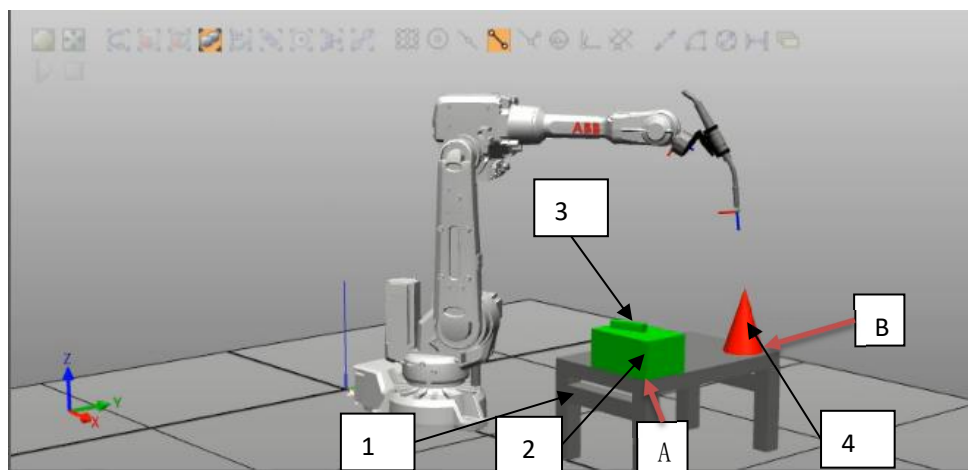

图 2-4-1 示意图
4.1、工作台尺寸，长边：700mm，窄边：400mm，高：500mm，其余尺寸自定义，图样与图 2-4-1 保持一致。颜色：灰色。
4.4、圆锥体尺寸，半径：80mm，高：200mm。颜色：红色。在图 2-4-1 所示 B 点